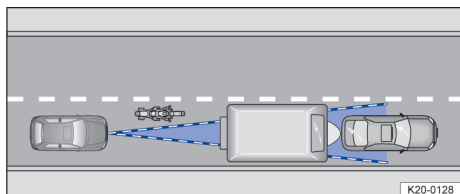

Fig. 112 Autovehicul îngust.
- Autovehiculele care circulă la mică distanță de autovehiculul dumneavoastră, în afara razei de acțiune a senzorului, de ex. motocicletele → fig. 112.